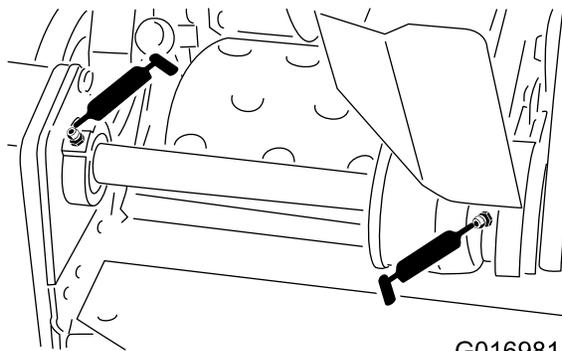

Figura 20
- 2 nos rolamentos do contra-eixo do cilindro (Figura 20)